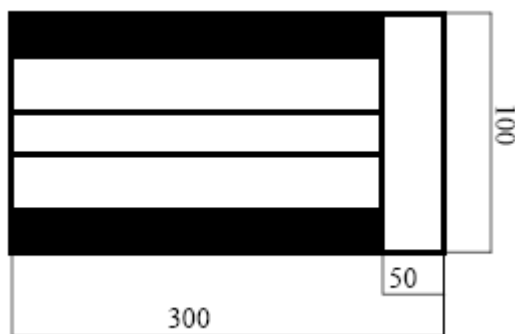

Рис.7. Пластинка для определения укрывистости лакокрасочных составов
- Вдоль длинной стороны стеклянной пластинки размером 100x300x2 мм наносят три полосы белого и черного цветов длиной 250 мм и шириной 15 мм каждая. Две черные полосы наносят по краям, а белую – посередине пластинки. Полоски наносят масляными красками: черная полоска – на газовой саже, белая – на цинковых белилах, как показано на (рис. 7).